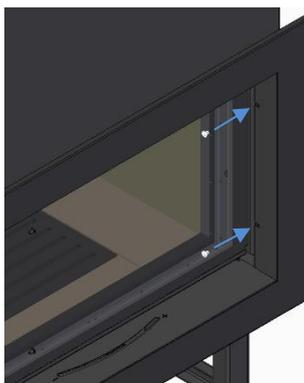

Figura 37
- c) Fixar o aro na posição correta usando 2 parafusos de cada lado, apertá-los um pouco primeiro a partir do lado de dentro do aro e de seguida, apertá-los na totalidade para assegurar que o anel está centrado o máximo possível, Figura 37.